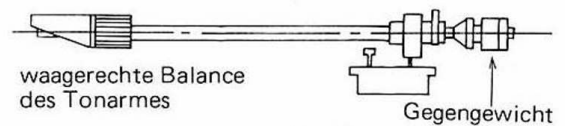

Abb. 4
5. Führen Sie den Tonarm zum Plattenteller hin, wobei Sie darauf achten müssen, daß die Nadel den Plattenteller nicht berührt. Justieren Sie das Gegengewicht so ein, daß der Tonarm beim Auf- und Abbewegen im Gleichgewicht bleibt. Das Gegengewicht läßt sich auf dem Tonarm durch Verdrehen vor- und zurück bewegen. (Abb. 4 + 5)